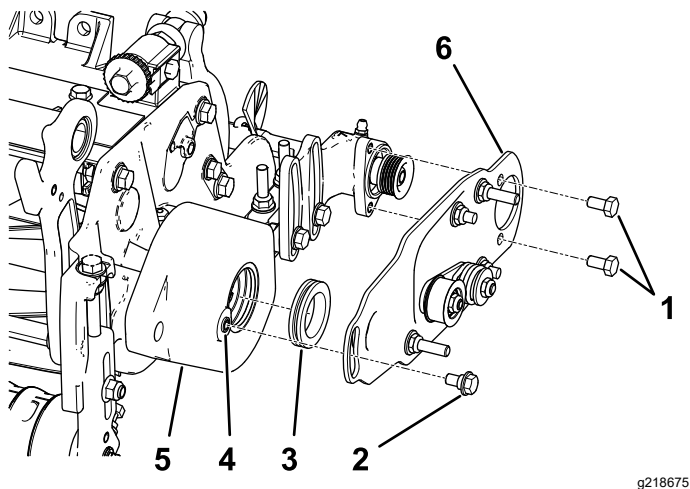

Figura 10
2. Aplique uma película de massa lubrificante no diâmetro interior do olhal, na caixa da escova do rolo (Figura 10).
3. Instale a placa articulada da escova do rolo do lado esquerdo ou direito (**Figura 10**).
Nota: Certifique-se de que o conjunto da polia intermédia está instalado na parte inferior, como se mostra na **Figura 10**.
4. Aplique adesivo de roscas nos dois parafusos (5/16 x 1/2 pol.) e utilize-os para montar a placa da escova na caixa de rolamentos da escova do rolo (**Figura 10**).
5. Limpe qualquer tinta das roscas da estrutura da escova do rolo utilizando uma torneira 5/16 pol.-18 antes de aparafusar no parafuso com olhal (**Figura 10**).
6. Aplique adesivo de roscas ao parafuso com olhal (**Figura 10**).
7. Prenda a placa da escova na caixa da escova do rolo com o parafuso com olhal (**Figura 10**).